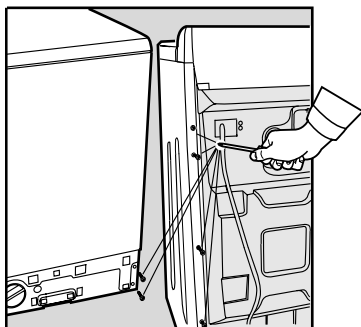

Fig. 1
2. Déposez la base, dévissez d'abord les 2 vis de droite en bas puis les 6 vis de gauche à l'arrière, déposez le panneau latéral en l'inclinant légèrement vers vous pour le dégager. (fig. 1 et 2).